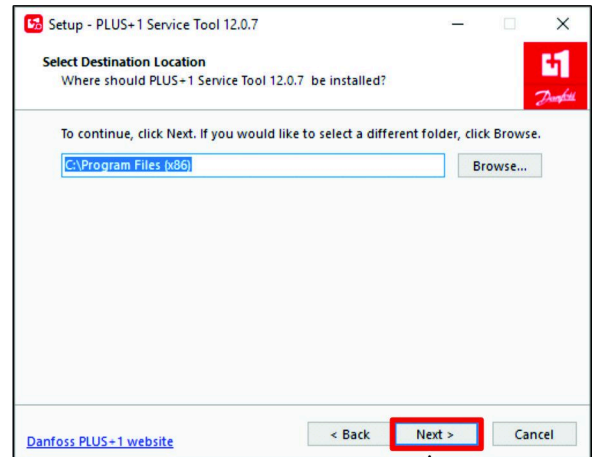

Figura 23
5. En el cuadro de diálogo Seleccionar ubicación de destino, haga clic en el botón SIGUIENTE (Figura 23).